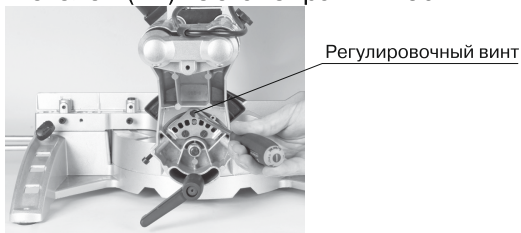

рис. 2
Точная регулировка стопора для поперечного распила 90° (рис. 1.1-1.2; рис. 2)
- Закрепить поворотный стол (17) в положении 0° .
- Ослабьте винт (21) и наклоните корпус двигателя (4) полностью вправо с помощью рукоятки (1).
- Разместите угловой стопор 90° между пильным диском (7) и поворотным столом (17).
- Отрегулируйте регулировочный винт (рис. 2) до тех пор, пока угол между пильным диском (7) и поворотным столом (17) не станет равным 90° .